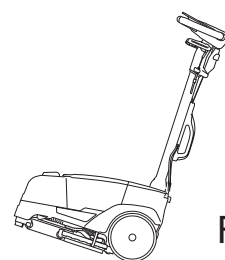

Fig.7
- Fold maskinen bagud (Fig.7), og transportér den i den ønskede retning.